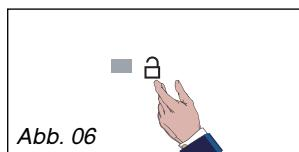

Abb. 06
— **Verriegelung:** Auf das Symbol ⑦ drücken (Abb. 06): es ertönt ein Signaltion. Den Finger ungefähr 3 Sekunden gedrückt halten: er ertönen 2 Signaltöne und die Leuchtanzeige geht an.
— **Freigabe:** 3 Sekunden lang auf die Taste ⑨ (Abb. 06) drücken.